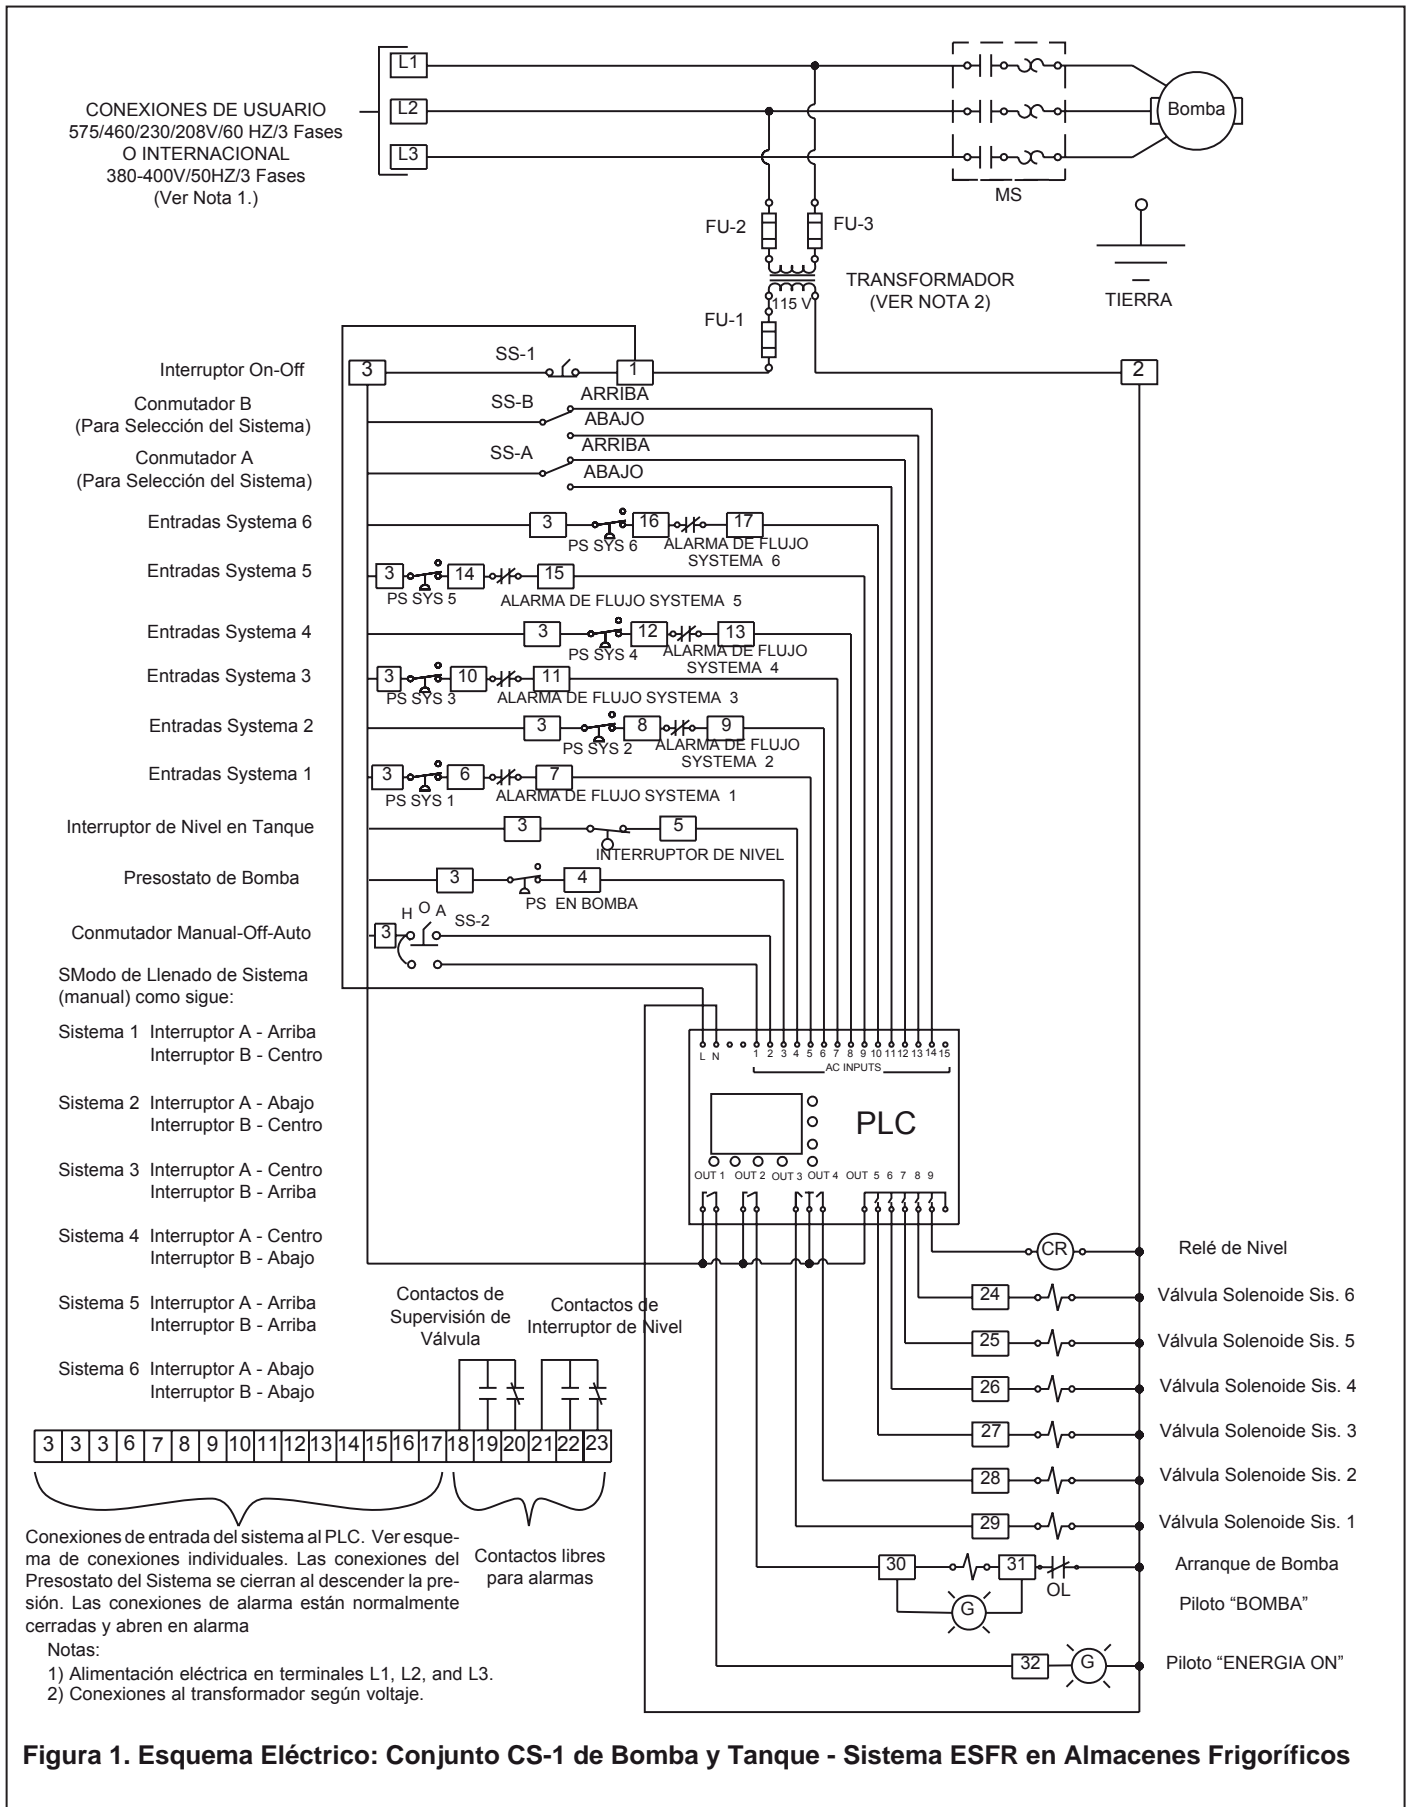

Figura 1. Esquema Eléctrico: Conjunto CS-1 de Bomba y Tanque - Sistema ESFR en Almacenes Frigoríficos
- Seleccionar el sistema a llenar utilizando los interruptores "A" "B" (ver la Figura 1 en página 51 d). Usar la tabla siguiente para posición de interruptores "A" y "B".